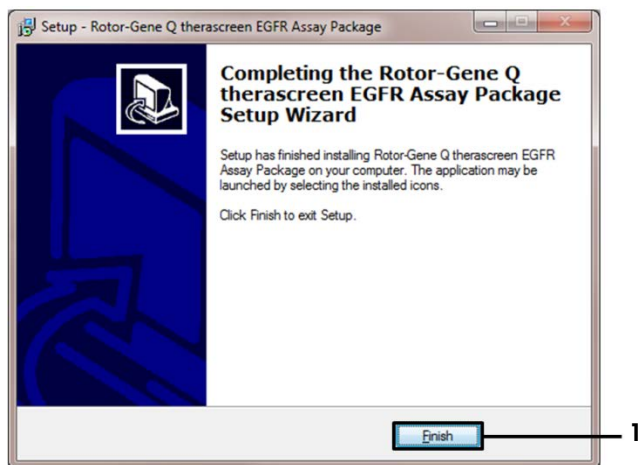

Figura 43. Finalización del asistente para la configuración (1 = "Finish" [Finalizar]).
6. Una vez finalizada la instalación, haga clic en Finish (Finalizar) en el último cuadro de diálogo de Setup Wizard (Asistente para la configuración) (figura 43).